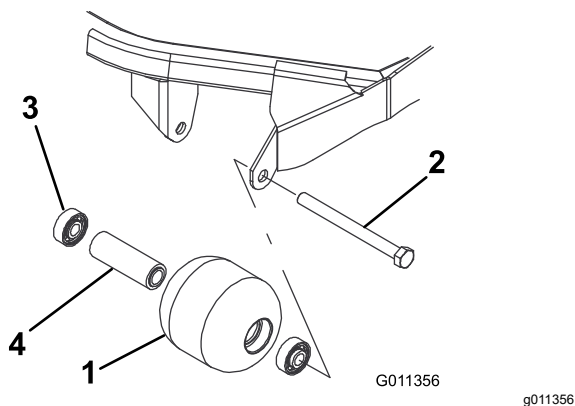

図 95
1. ローラ取り付けボルトを外す図 95。
4. ローラハウジング、ベアリング、ベアリングスペーサに破損がないか点検する図 95。破損している部品を交換し、組み立てを行う。
1. 第一のベアリングをローラハウジングに押し込む図 95。アウターレースのみを押すか、インナーレースとアウターレースを均等に押すかする。
2. スペーサを入れる図 95。
3. 第二のベアリングをローラハウジングに押し込む図 95。インナーレースがスペーサに接触するまで、インナーレースとアウターレースを均等に押す。